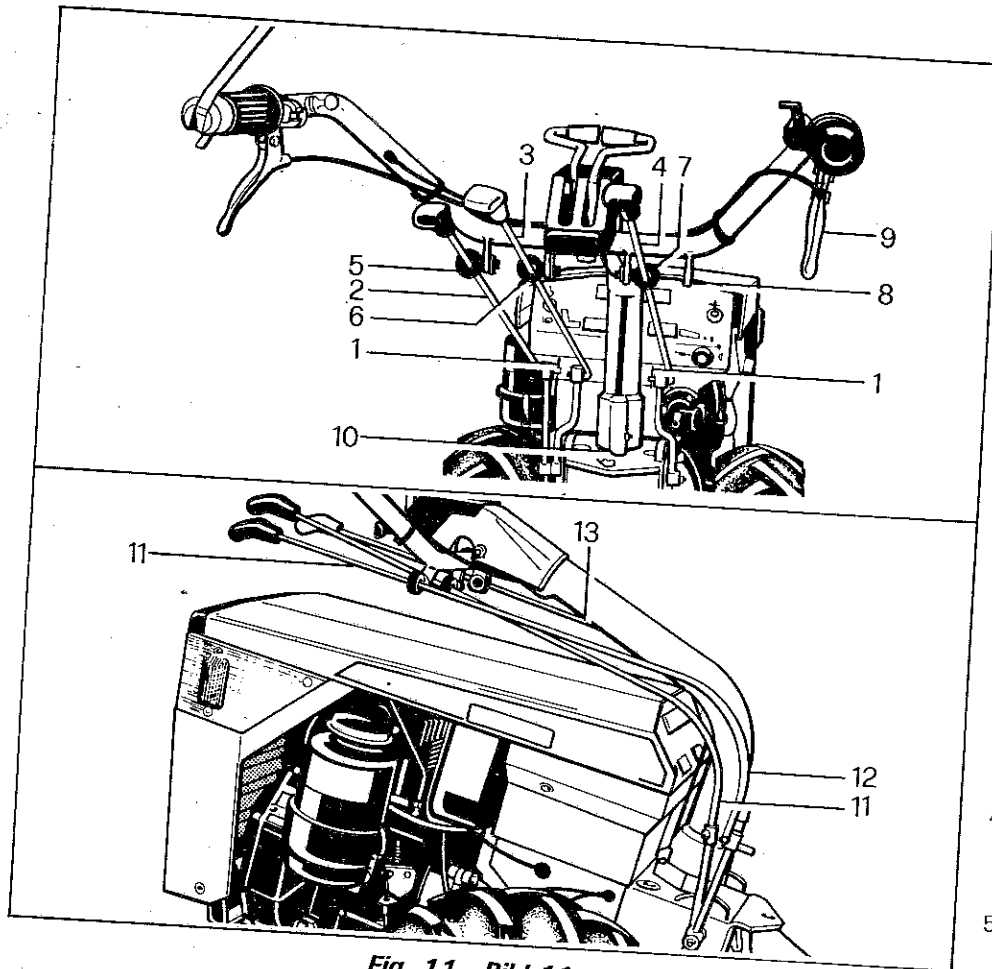

Fig. 11 - Bild 11
ROTAZIONE DELLA (Vedere la fig. 11)
ROTATION OF THE HANDLEBARS (see fig. 11)
1. Take out the R-shaped safety pins (1, fig. 11) which join p.t.o. (2), range selector (3) and gearshift (4) control rods to their respective control levers.
2. Withdraw control rods from relevant guides (5, 6 and 7). Remove guide (5) and have it installed on support (8) by means of relevant washer and R-shaped safety pin.
3. Actuate lever (9) to release handlebars. Rotate handlebars clockwise by 180°.
4. When rotation is complete, be sure that while releasing the lever (5), the lock pin enters the hole existing on support plate (10).
5. Reinstall p.t.o. (11), range selector (12) and gearshift (13) control rods and have them connected to proper control levers by means of the R-shaped safety pins (1).
ROTATION DU MANCHERON (Voir la fig. 11)
1. Enlever les goupilles de sécurité en "R" (fig. 11, détail 1) fixant la tige de la prise de force (2), la tige du sélecteur de vitesse (3) et la tige de changement de vitesse (4) aux leviers respectifs.
2. Enlever les tiges de commande des respectifs bagues de guide (5, 6 et 7). Enlever la bague de guide (5) et la remonter sur le support libre (8) au moyen de la rondelle et de la goupille de sécurité en "R".
3. Tirer le levier (9) pour le déblocage du mancheron et le tourner de 180° dans le sens des aiguilles d'une montre.
DREHUNG DER STERZE (siehe Bild 11)
1. Die "R" - Sicherungstifte (Bild 11, Detail 1) entfernen, welche die Zapfwelle-Schaltstange (2), die Regelgetriebe-Schaltstange (3) und die Gangschaltstange (4) mit den diesbezüglichen Hebeln verbinden.
2. Die Schaltstangen aus den diesbezüglichen Führungsrings (5, 6 und 7) herausziehen. Den Führungsrings (5) abnehmen und im losen Lager (8) durch die Haltescheibe und den "R" - Sicherungstift einbauen.
3. Den Steuerhebel (9) zum Sterzeauslösen ziehen und um 180° Uhrzeigersinn drehen.
4. Sich nach erfolgter Drehung vergewissern, dass beim Loslassen des Hebels (5) der Blockierschaft genau in die Bohrung der Stützplatte (10) eintritt.